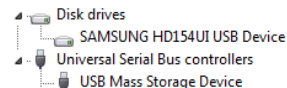

FIGURE 2: Using the Safely Remove Hardware function in Windows 7
- However, the safest method for removing from the computer is the utilization of Safely Remove Hardware function in Windows operation system (Fig. 2). We recommend you to use this method as well.
3. Najbezpieczniejszym sposobem odłączania od komputera jest skorzystanie z funkcji systemu operacyjnego Windows Bezpieczne usuwanie sprzętu (rys. 2). Zalecamy odłączenie w ten sposób.